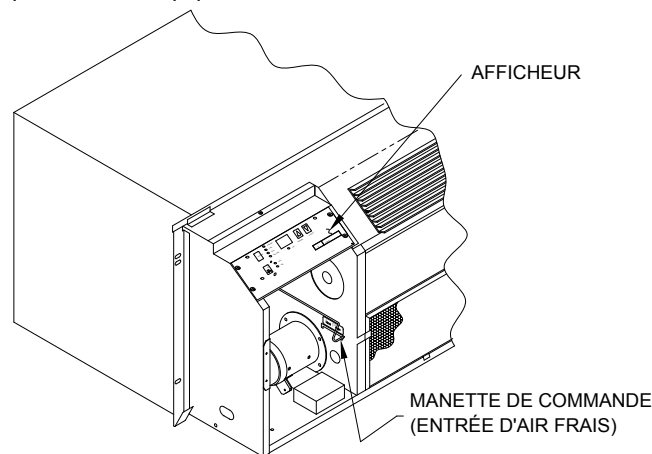

Figure 16
6. Contrôler le fonctionnement adéquat du brûleur. Une flamme adéquate comporte un cône interne bleu de forme bien définie, et un cône externe orange, avec une pointe légèrement jaune. Une flamme de teinte jaune et de forme erratique correspond à une déficience de l'admission d'air. Arrêter l'appareil et faire inspecter et nettoyer les passages d'entrée d'air et le brûleur. On peut nettoyer les surfaces du brûleur et chaque orifice du brûleur – utiliser une petite brosse métallique, ou un jet d'air comprimé. (La figure 16 présente la configuration d'une flamme correcte et d'une flamme incorrecte.)
- A. Observer périodiquement la flamme du brûleur principal pour vérifier la présence d'une zone conique bleue bien définie sur l'orifice du brûleur (voir figure 16). Si la forme de la flamme n'est pas bien définie ou si elle a une teinte jaune, arrêter l'appareil et contacter un technicien qualifié.